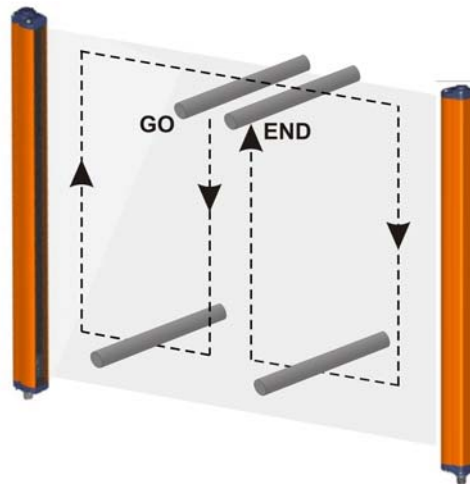

Abb. 12
- die ESPE im blockierten Zustand (➡ I) verweilt, wenn die Strahlen entlang des Schutzfeldbereichs mit einem angemessenen Teststab (Test Piece) und gemäß des auf Abb. 12 dargestellten Schemas unterbrochen werden.